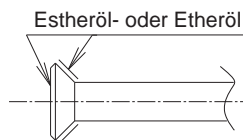

Abb. 7
- Bestreichen den zu bördelnden Bereich (innen und außen) mit Ether- oder Esteröl und drehen Sie dann die Bördelmutter etwa 3 oder 4 mal von Hand. (Siehe Abb. 7)